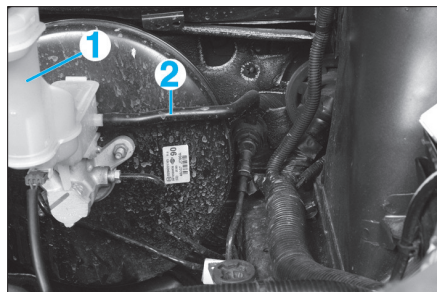

Fig. 3
- Vidanger le réservoir de liquide de frein (1) (Fig.3).
- Déposer le tuyau d'alimentation du cylindre récepteur d'embrayage (2).